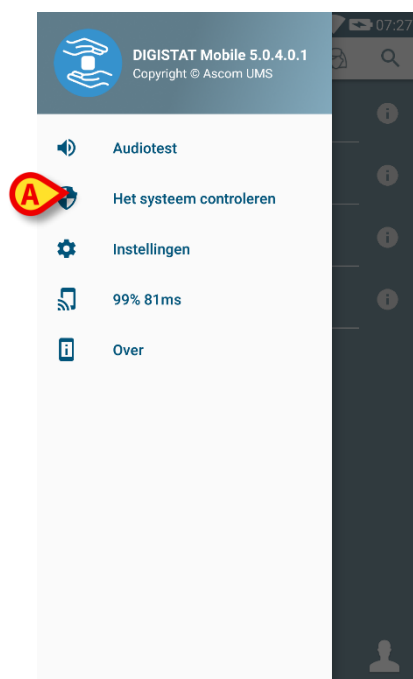

Fig 29
Het volgende menu wordt weergegeven (Fig 29).
- Raak de **Systeemcontrole-optie** aan (Fig 29 **A**).